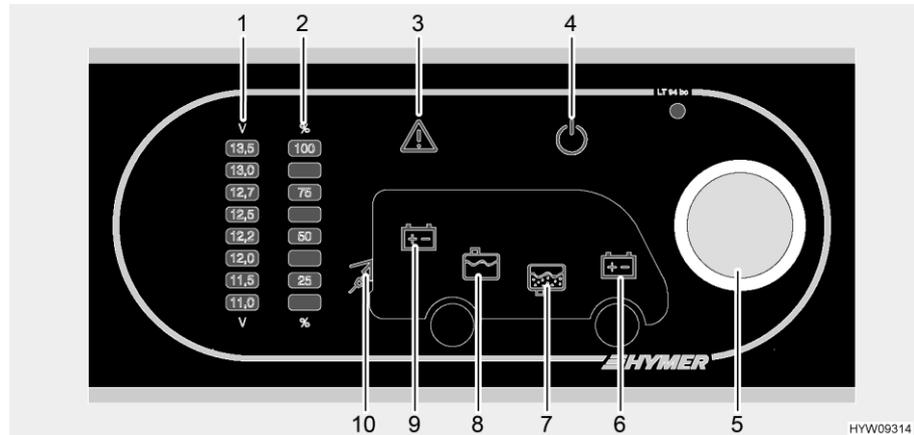

Fig. 95 Pannello di controllo (LT 94)
Il pulsante a rotazione (Fig. 95,5) inserisce o disinserisce il pannello di controllo e l'alimentazione a 12 V dell'abitacolo.
**Accensione:** ■ Premere il pulsante a rotazione (Fig. 95,5): L'alimentazione a 12 V dell'abitacolo è inserita. La spia di controllo a 12 V (Fig. 95,4) diventa verde.
**Spegnimento:** ■ Premere il pulsante a rotazione (Fig. 95,5): L'alimentazione a 12 V dell'abitacolo è disinserita. La spia di controllo a 12 V (Fig. 95,4) si spegne.
Mediante il pulsante a rotazione (Fig. 95,5) si possono interrogare sia la tensione della batteria dell'abitacolo che la tensione della batteria di avviamento. La tensione viene visualizzata sulla scala indicatore per la tensione della batteria (Fig. 95,1).
- Ruotare il pulsante a rotazione (Fig. 95,5), finché si accende il simbolo della batteria della quale deve essere interrogata la tensione.
Viene indicata la tensione della batteria dell'abitacolo (Fig. 95,9)
Viene indicata la tensione della batteria di avviamento (Fig. 95,6)
- Leggere la tensione sulla scala indicatore della tensione della batteria (Fig. 95,1).
Mediante il pulsante a rotazione (Fig. 95,5) si possono interrogare sia il livello del serbatoio dell'acqua che il livello del serbatoio delle acque grigie. Il livello viene visualizzato sulla scala indicatore livello dei serbatoi (Fig. 95,2).
- Ruotare il pulsante a rotazione (Fig. 95,5), finché si accende il simbolo del serbatoio del quale deve essere interrogato il livello.
Viene indicato il livello del serbatoio dell'acqua (Fig. 95,8)
Viene indicato il livello del serbatoio delle acque grigie (Fig. 95,7)
- Leggere il livello sulla scala indicatore del livello serbatoio (Fig. 95,2).
La spia luminosa Alarm (Fig. 95,3) lampeggia non appena i valori limite fissati vengono superati per eccesso o per difetto.
La spia luminosa Alarm (Fig. 95,3) lampeggia non appena la tensione della batteria scende al di sotto di 11 V. Se l'alimentazione a 12 V è accesa, si accende anche il relativo simbolo della batteria (Fig. 95,6 o 9), e l'indicatore "11,0" sulla scala indicatore della tensione della batteria (Fig. 95,1) lampeggia. Rischio di uno scaricamento totale della batteria.
La spia luminosa Alarm (Fig. 95,3) lampeggia ed il relativo simbolo del serbatoio (Fig. 95,7 o 8) si accende non appena il serbatoio dell'acqua è vuoto o il serbatoio delle acque grigie è pieno.
La spia di controllo a 230 V (Fig. 95,10) si accende quando all'ingresso della centralina elettrica è presente una tensione di rete.